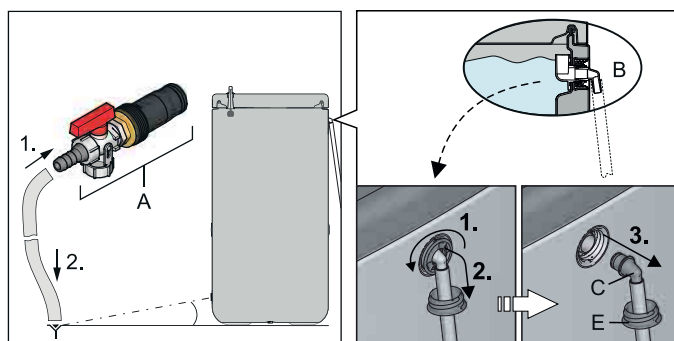
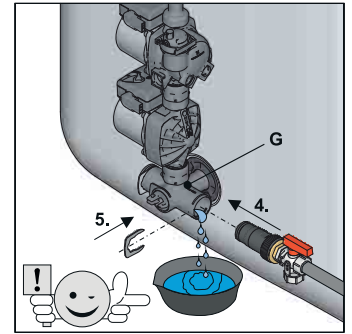

Fig. 6-1 Montare il tubo di scarico
Fig. 6-6 Montare il raccordo di riempimento KFE nell'angolo di raccordo.
- Collegare il tubo di scarico al **raccordo di riempimento KFE (accessorio KFE BA, 🛒 16 52 15)** (fig. 6-1, pos. A) e posarlo su un punto di scarico almeno all'altezza del pavimento.
Se non fosse disponibile alcun **raccordo di riempimento KFE**, in alternativa è possibile smontare il raccordo (fig. 6-1, pos. C) dal troppopieno di sicurezza (fig. 6-1, pos. B) e utilizzarlo.
Tab. 6-1 Legenda per fig. 6-1 fino a fig. 6-6
- Inserire nell'angolo di raccordo e bloccarlo con graffe di sostegno (fig. 6-6).